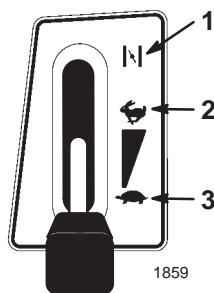

Figure 8
4. Placez la manette d'accélérateur en position de starter (Fig. 8).
6. Lorsque le moteur a démarré, amenez progressivement la manette d'accélérateur en position de Régime maximum (Fig. 8). Si le moteur cale ou hésite, ramenez la manette d'accélérateur en position de Starter pendant quelques secondes. Mettez ensuite la manette en position de Régime maximum. Répétez l'opération si nécessaire.
1. Placez la manette d'accélérateur en position de Régime maximum (Fig. 8).